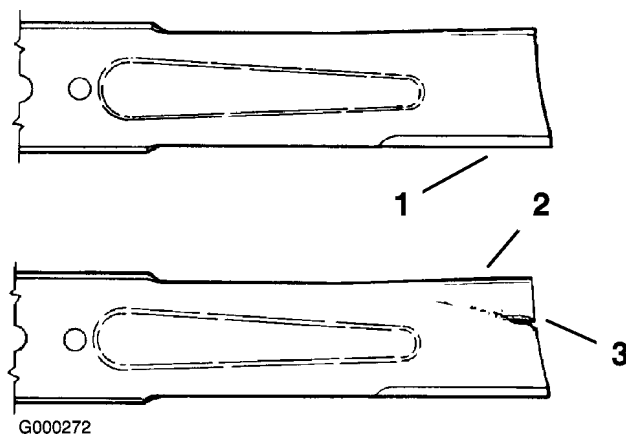

Figure 61
1. Examinez le tranchant des lames (Figure 61).
2. Inspectez les lames, surtout la partie incurvée (Figure 61).
Remplacez immédiatement toute lame endommagée, usée ou qui présente une entaille (Figure 61).